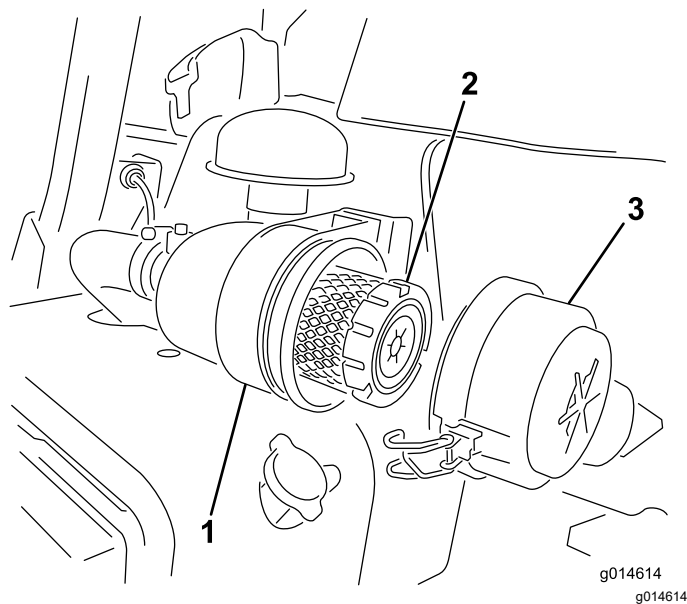

Figure 29
1. Desserrez les attaches qui fixent le couvercle sur le boîtier du filtre à air (Figure 29).
7. Fermez les verrous (Figure 29).